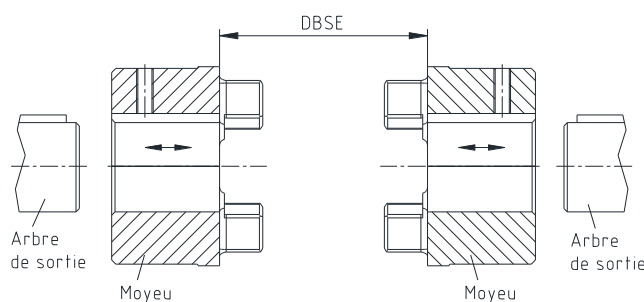

Fig. 5 : Montage des moyeux SPLIT
- Glissez les moyeux SPLIT sur les arbres jusqu'à ce que les faces frontales des moyeux affleurent les extrémités des arbres (voir figure 5).